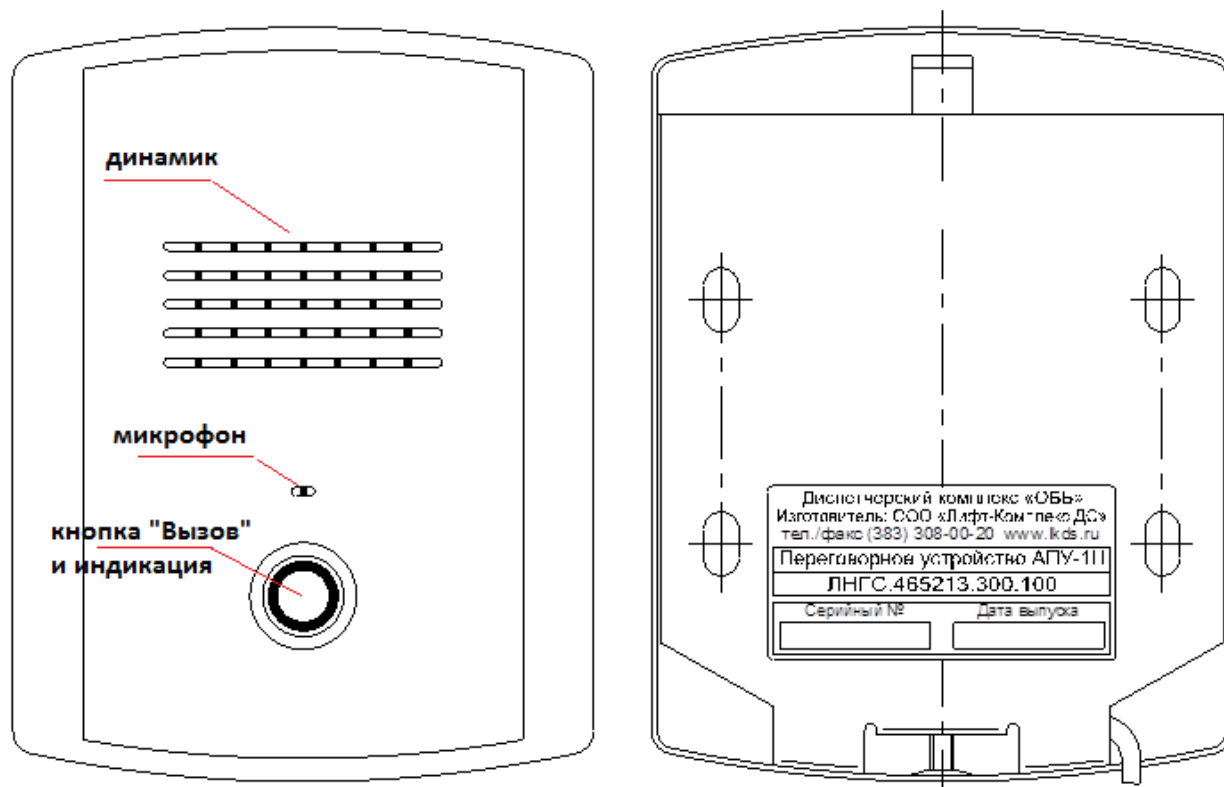

Рис.1 Внешний вид этажного Переговорного устройства АПУ-1Н
1.6.1. Конструктивно АПУ-1Н выполнен в металлическом корпусе (см. рис. 1). На лицевой стороне которого расположены: